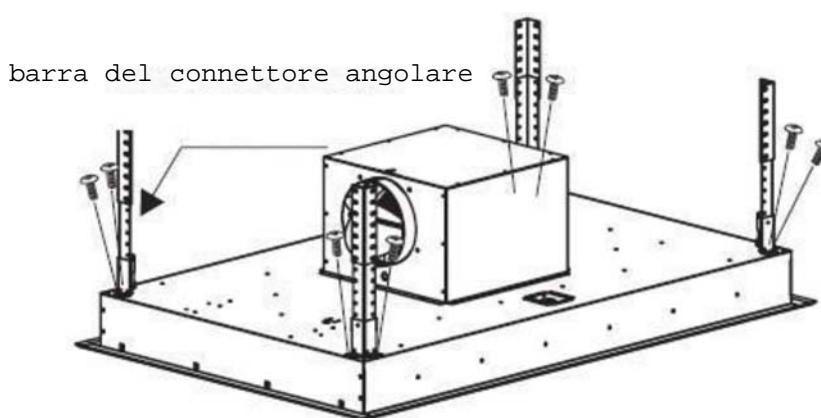

Figura 9
6. Fissare con le 8 viti M4 da 10 mm I a barra del connettore angolare (4 pz) al corpo principale della cappa per cucina (v. figura 9).